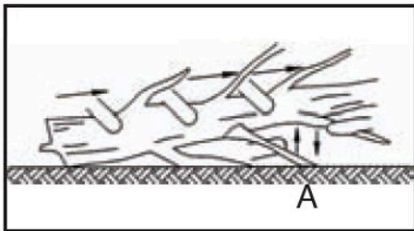

Fig. 3
Desramar un árbol es el proceso de quitar las ramas de un árbol caído. No retire las ramas de soporte (A) hasta que el tronco esté cortado (cortado) en trozos (Fig. 3). Las ramas bajo tensión deben cortarse de abajo hacia arriba para evitar que la motosierra se atasque.